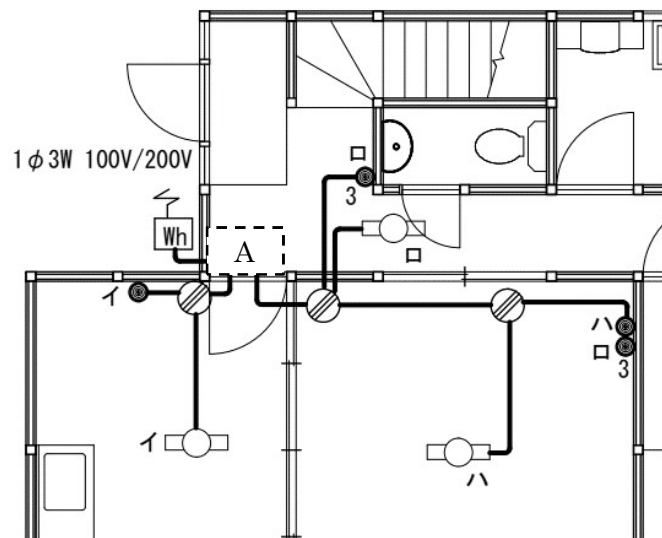

図 6-4
⑨の解答群
- (10) 図 6-4 に示す屋内配線図において、A で示す部分に入る図記号は (⑩) である。